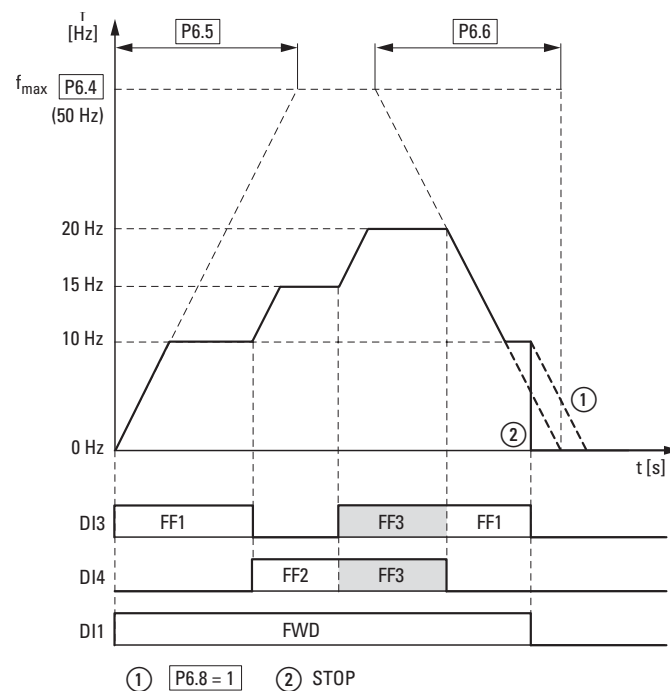

Figure 109: Exemple : activation des fréquences présélectionnées, avec rampes d'accélération et de décélération
Le passage d'une fréquence présélectionnée à une autre s'opère à l'aide des temps d'accélération et de décélération réglés dans P6.5 et P6.6. En cas de désactivation des validations FWD ou REV, la fréquence de sortie est directement bloquée (arrêt non contrôlé). Avec P6.8 = 1, l'entraînement est ralenti de manière contrôlée ① (→ Figure 109).